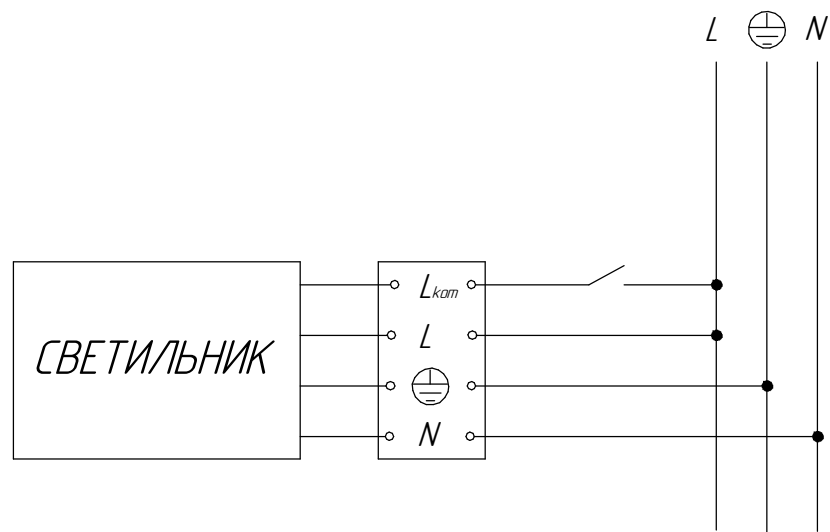

Рисунок 3 - Схема подключения светильника с БАП к сети.
- 3) Подключить, выходящий из светильника кабель к сети согласно схеме (рис. 3, 4).